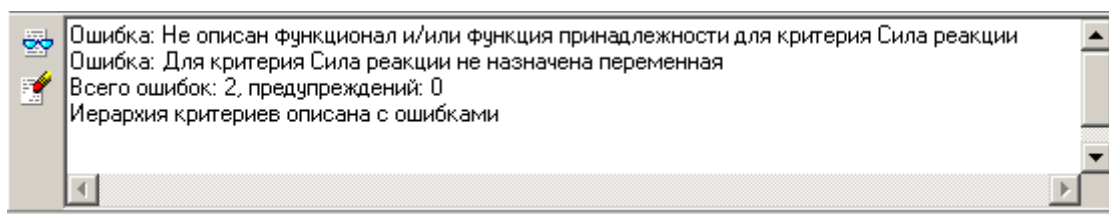

Рис. 5.12. Проверка целостности описания целевой функции
3. Нажмите кнопку  для проверки целостности описания иерархии. Отчет о проверке целостности будет выведен в нижней части окна, см. рис. 5.12.